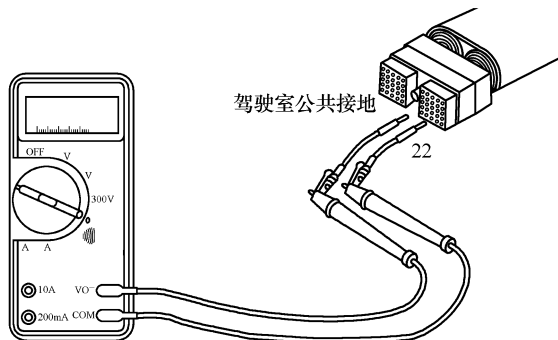

图 5-168 测量触针 22 与公共回路触针间的电阻
(1) 电阻检查
① 从 ECM 上断开 OEM 线束，测量 ECM 插头触针 22 与驾驶室公共回路触针 (9、10、19、20) 之间的电阻 (图 5-168)，将发动机制动开关置于接通位置，将制动选择开关置于 1 号位置 (半制动)，万用表应显示闭路，电阻小于 10Ω。如果电路不是闭路，应检查是否对地短路。